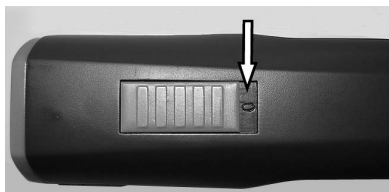

Fig. 4 Bryter i AV-posisjon («0»)
1. Sett bryteren på «0» (Fig. 4).